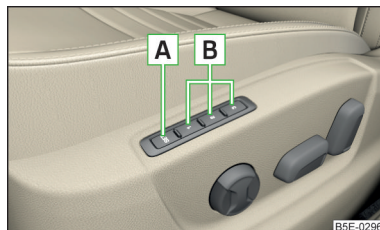

Fig. 71
Funcția Memory pentru scaunul șoferului oferă posibilitatea memorării poziției scaunului șoferului și a oglinzilor exterioare. Fiecăreia din cele trei taste de memorare **B** » fig. 71 îi poate fi alocată câte o poziție de reglare.
- Apăsați tasta **SET** **A** » fig. 71.
- Apăsați tasta de memorare dorită **[B]** » fig. 71.
- Apăsați **scurt** tasta de memorare dorită **[B]** » fig. 71 când contactul este decuplat și portiera șoferului deschisă.
- Apăsați și mențineți apăsată o tastă oarecare de memorare **[B]** » fig. 71 la pagina 92. După ca scaunul a trecut în poziția memorată la tasta respectivă, apăsați simultan tasta **[A]** de pe cheia cu telecomandă, în interval de 10 secunde.
- Apăsați și mențineți apăsată tasta **[SET]** **[A]** » fig. 71 la pagina 92. Apăsați simultan tasta **[A]** de pe cheia cu telecomandă, în decurs de 10 secunde.